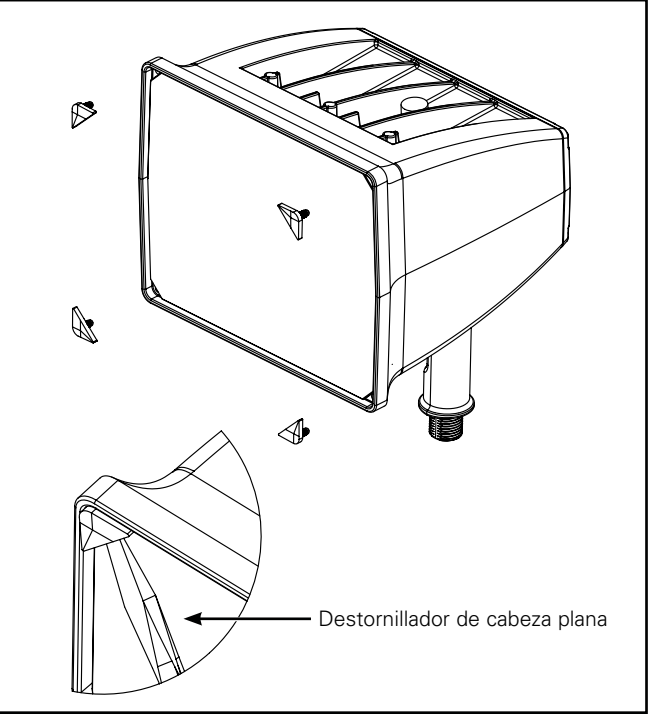
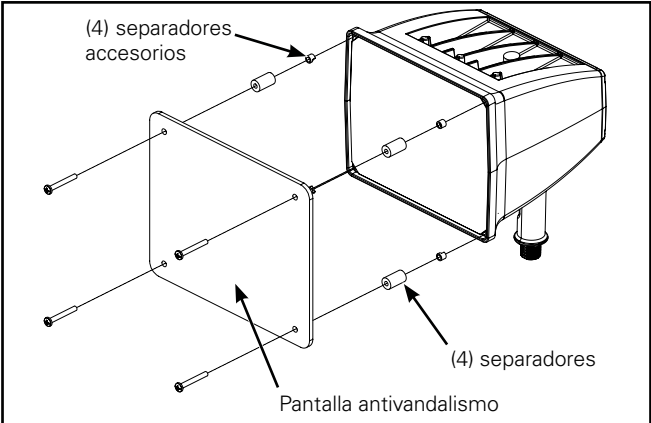

Figura 6.
Figura 8.
2. Retire los (4) ganchos negros existentes en el borde del lente con un destornillador de cabeza plana. (Figura 6.)
3. Alinee los (4) separadores de 7/8" sobre los (4) espaciadores del accesorio.
4. Use los (4) tornillos de 10-24 x 1-1/2" para asegurar la pantalla antivandalismo sobre la luminaria. (Figura 8.)